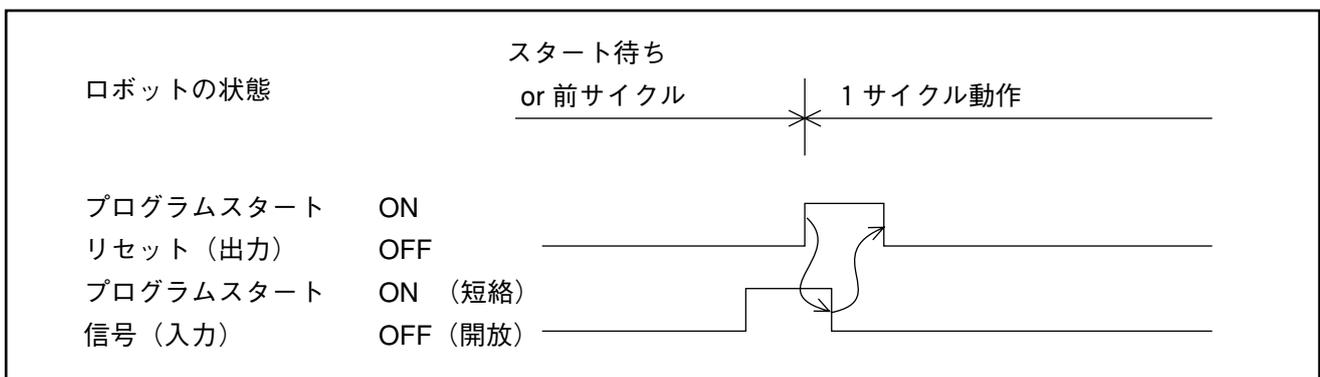

図5-33 プログラムスタート信号立ち下げのタイミング例
- a) ロボット専用出力（プログラムスタートリセット出力）でプログラムスタート信号を立ち下げる方法を図5-33に示します。